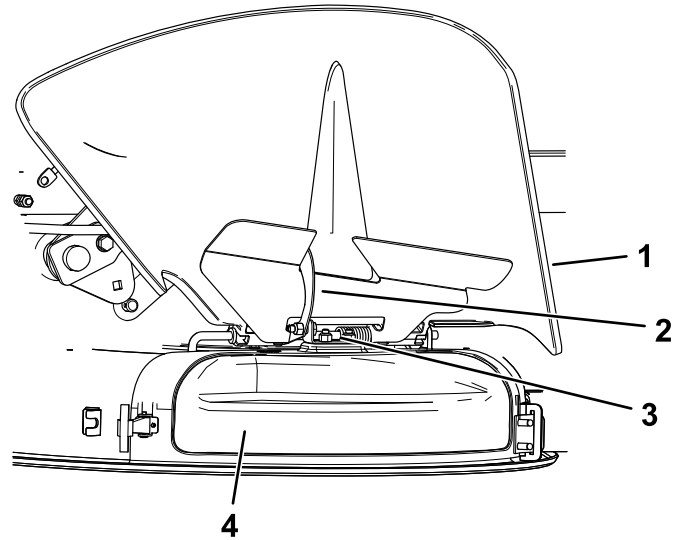

**Bild 13**
3. Winkeln Sie die Metallnase an der Auswurfkanalabdeckung im Schlitz in der Halterung ab, die am Mähwerk angeschweißt ist (Bild 13).